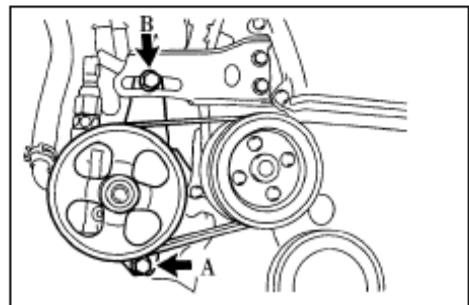

Рис. 29
Открутите болты А и В и снимите ремень гидроусилителя рулевого управления (см. Рис. 29)
5. Отрегулируйте ремень насоса системы гидроусилителя рулевого управления (см. Рис. 29).